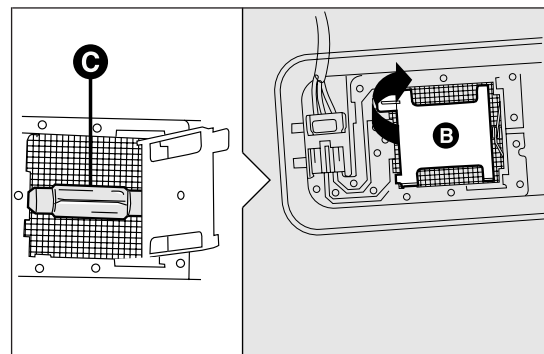

Abb. 121
- ☐ Die Abdeckung B Abb. 121 wie gezeigt öffnen;
- ☐ Die Lampe C Abb. 121 aus den seitlichen Kontakten herausziehen und die neue Lampe einsetzen. Bitte prüfen Sie, dass die neue Lampe richtig zwischen den Kontakten sitzt;